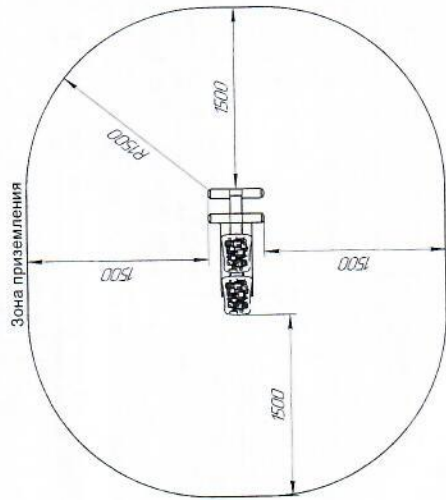

Рис. 2
1 - зона для передвижения; 2 - зона приземления (см. рис. 2);
- 12.1.3 Размеры минимального пространства для размещения оборудования и безопасные расстояния от оборудования до поверхности площадки указаны на рис. 2.